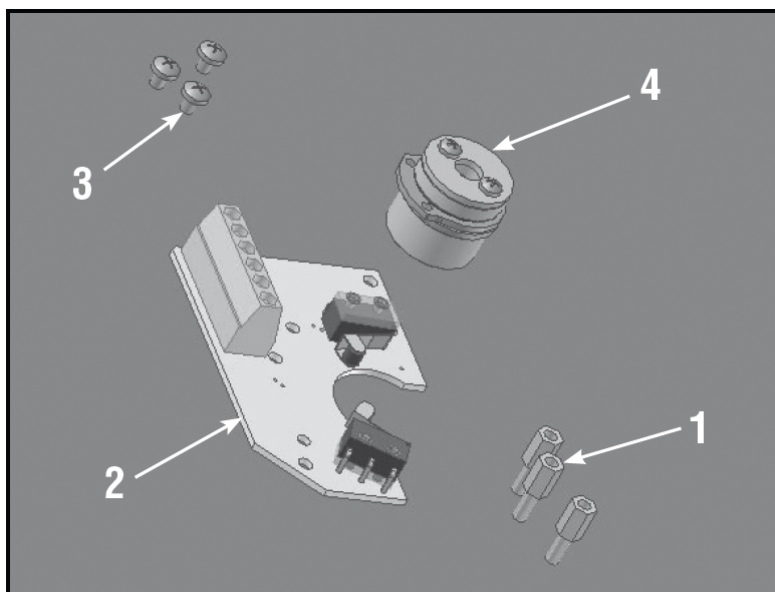

Рисунок 7. Концевые выключатели
11.3 Установка (рис. 7)
1. Отпустите два винта на лепестковом блоке (4), рис. 7.
6. Затяните два винта на лепестковом блоке (4), рис. 7.